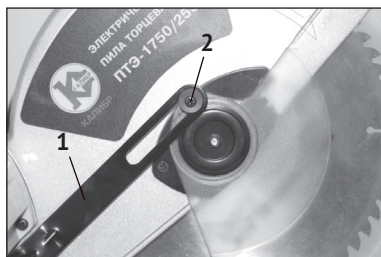
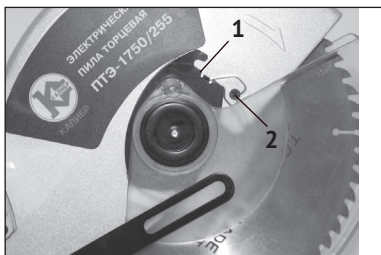

рис.2
рис.3
- открутите болт кулисы подвижного защитного кожуха (рис.2 поз.2) и ослабьте верхний болт прижимного (рис.3 поз.2) фланца подвижного защитного кожуха;